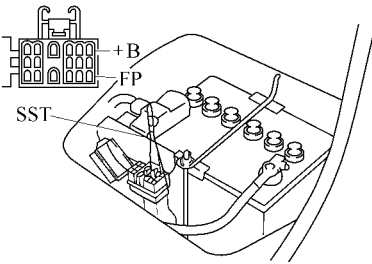

图 2-85 用特种工具连接检查
1) 将点火开关置于 ON 位置，但不要起动发动机，使用特种维修工具连接检查用接插件的端子 FP 和 +B，如图 2-85 所示。